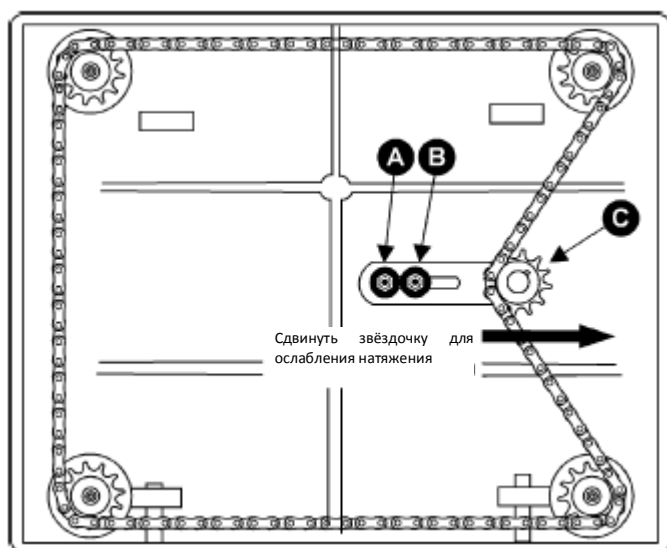

Рис. 20
2. Вывернуть болты, крепящие рейсмусовый станок к станине. Осторожно наклонить станок на сторону для получения доступа к нижней стороне основания (рис. 20).
3. Вывернуть болт (А, рис. 20) и ослабить болт (В, рис. 20), что даст возможность перемещать узел паразитной звёздочки (С, рис. 20) на достаточное для ослабления цепи расстояние.
6. При получении точной регулировки провести цепь вокруг угловой звёздочки, надеть паразитную звёздочку (С, рис. 20) для натяжения цепи, затянуть болт (В, рис. 20) и вернуть и затянуть болт (А, рис. 20).